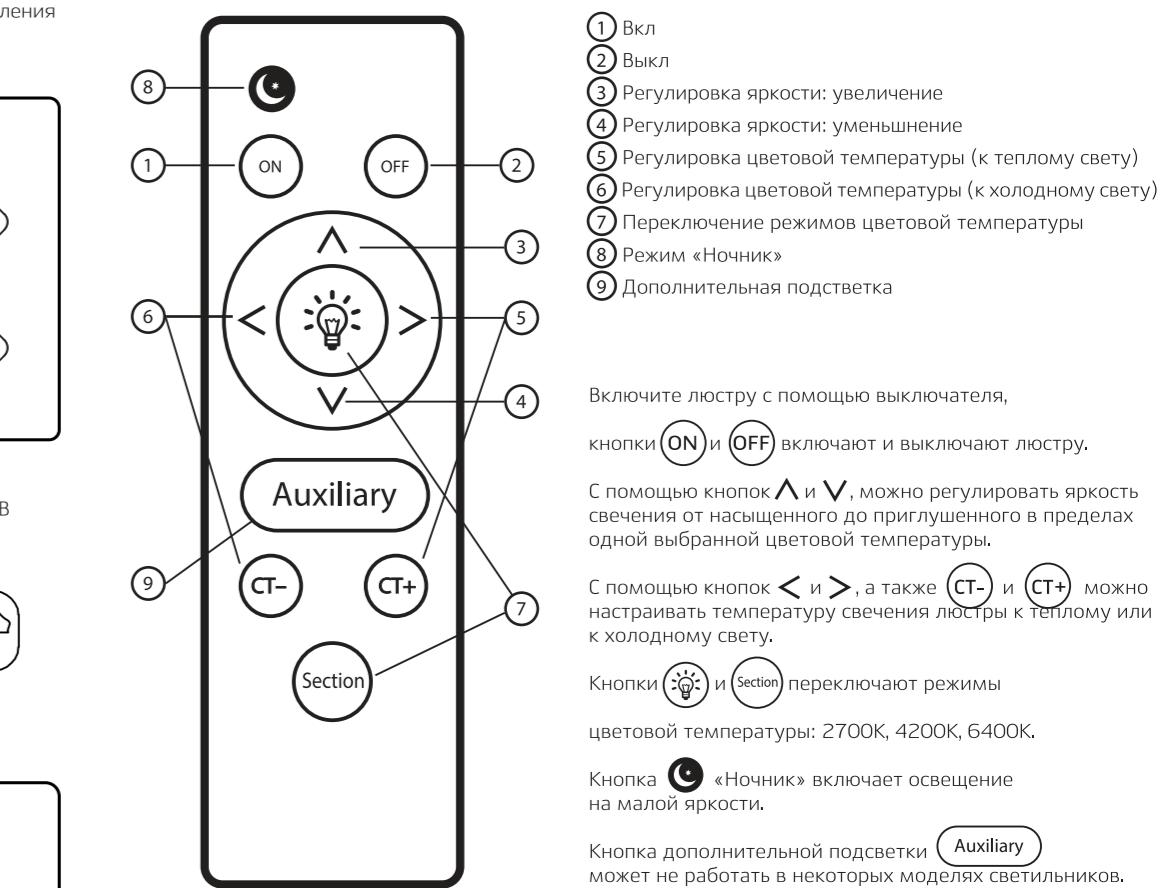

Рис. 1
- Разметьте будущие отверстия для монтажа люстры по отверстиям на монтажной крестовине ④.
- Просверлите отверстия и прикрепите крестовину к поверхности винтами ⑥.
- Соберите элементы плафона ① согласно Рис. 1 и вставьте эти элементы в специальные отверстия на основании люстры ②.